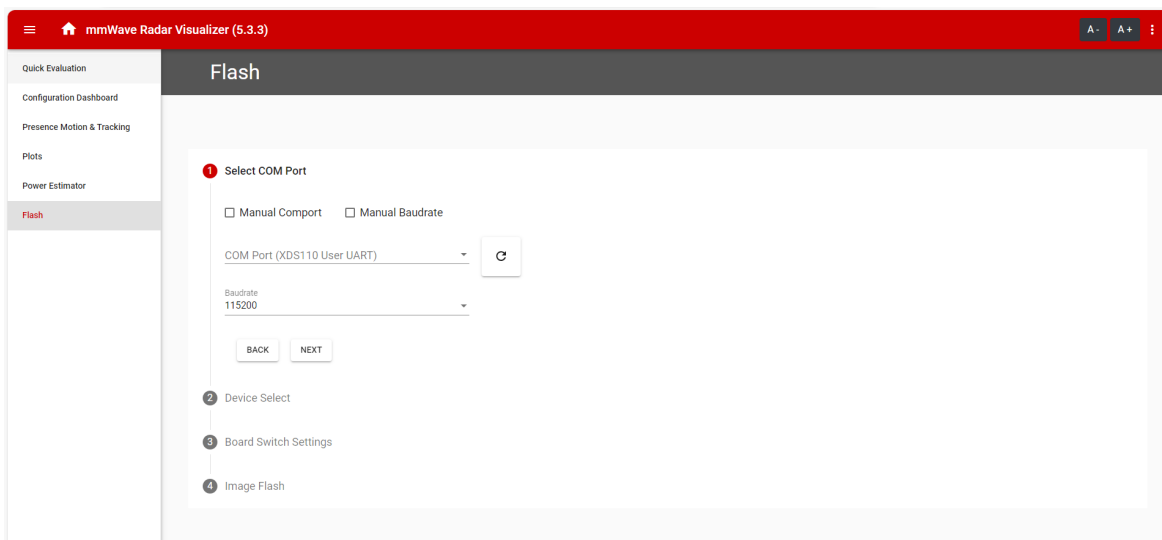

図 3-1. ビジュアライザ ツールのフラッシュタブ
4. mmWave-L-SDK ツール フォルダ内でミリ波ビジュアライザを稼働させ、フラッシュ タブを使用し、指示に従うか、または Uniflash ツールを使用します。図 3-1 と同様です。